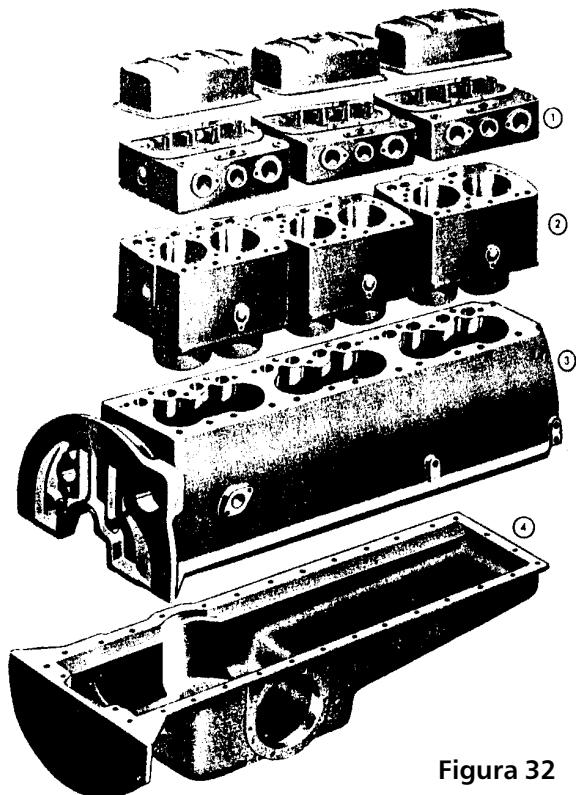

Figura 32
En la figura 32, están las piezas fijas más grandes de un motor diesel de mediano porte. Como podemos apreciar, la tapa de cilindros está dividida en tres (1 de la figura); el block o banco de cilindros (2) también; el cárter superior (3) y el cárter inferior (4) están construidos en una sola pieza respectivamente; las tres tapas superiores en el dibujo, corresponden a las tapas de válvulas. Como piezas fijas faltarían, los múltiples de admisión y escape y una serie de elementos menores.